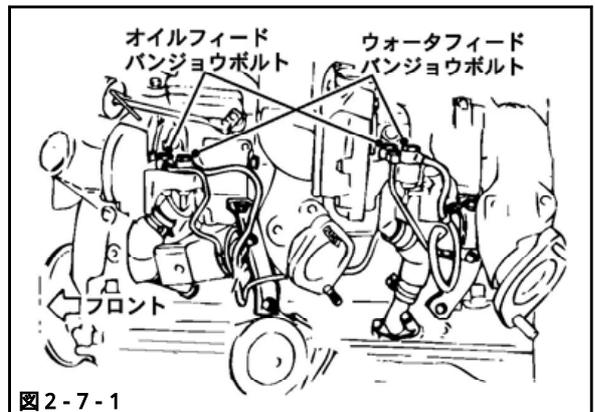

図2-7-1
- (1) オイルフィードバンジョウボルトを取付けてください。(図2-7-1)
- (2) ウォータフィードバンジョウボルトを取付けてください。(図2-7-1)